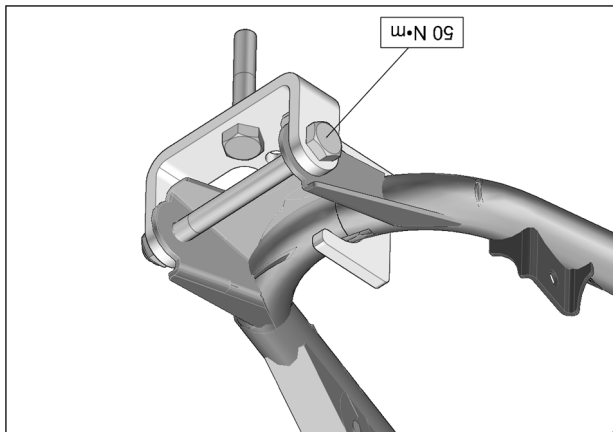

Fig. 10
9. Serrer l'assemblage à un couple de 50 N•m [37 lb•pi]. Voir la Fig. 10